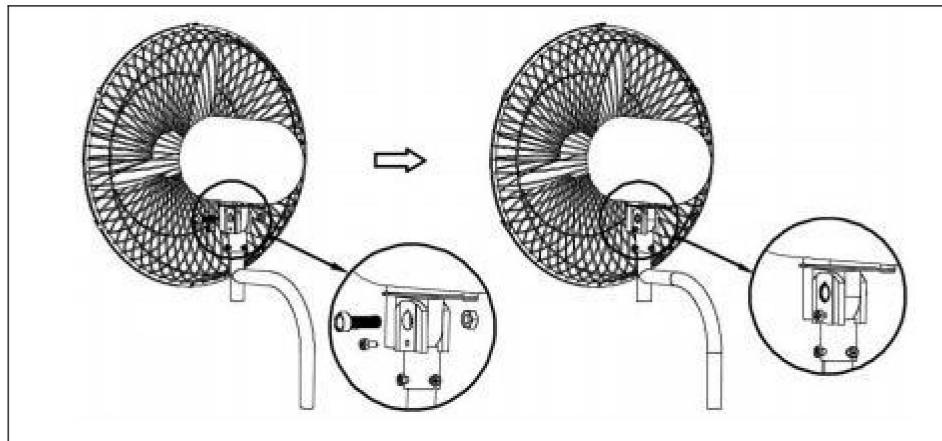

Abb.8.
- 1). Montieren Sie den Lüfterkopf an der Halterung, ziehen Sie dann die Halterungsschrauben4(10) und Halterungsmuttern1(11) fest und ziehen Sie schließlich die Halterungsschrauben3(9) fest. Siehe (Abb.8).